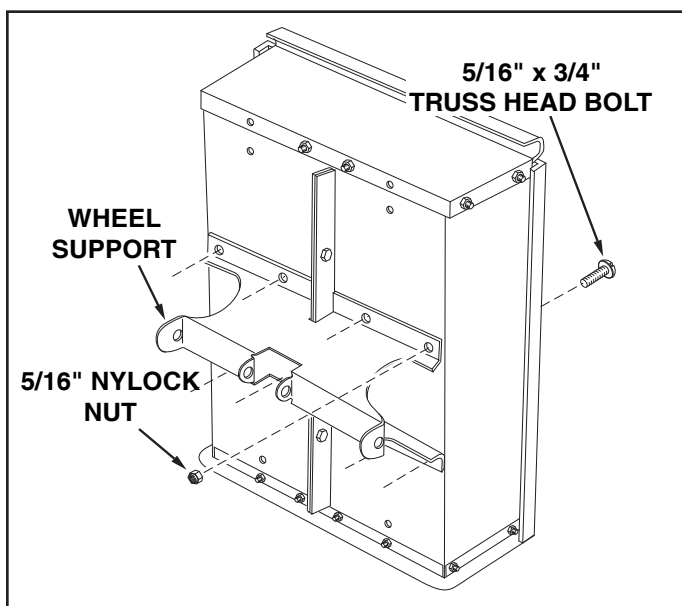

FIGURE 6
10. Assemble the wheel support to the cart using eight  $5/16" \times 3/4"$  truss head bolts and  $5/16"$  nylock nuts as shown in figure 6. Heads of bolts go on the inside of the cart. **Tighten**.
10. Assemblez le support de roue à la remorque en utilisant 8 boulons à tête bombée 5/16" x 3/4" et des contre-écrous hex. de 5/16" comme montré dans la figure 6. Les têtes de boulons vont à l'intérieur de la remorque. Serrez.